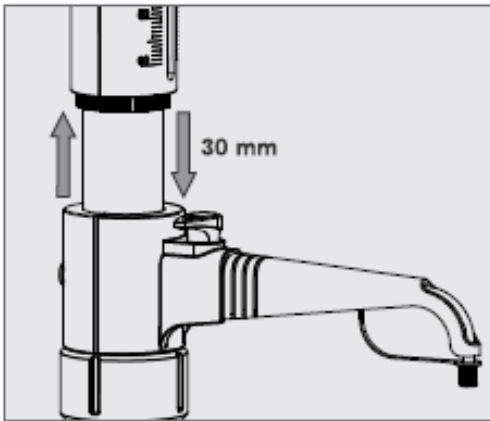

Fig.6
2. Tire lentamente del pistón hacia arriba y empújelo hacia abajo rápidamente hasta el final. Repita este proceso hasta que desaparezcan las burbujas de aire del cilindro. (Fig.6)